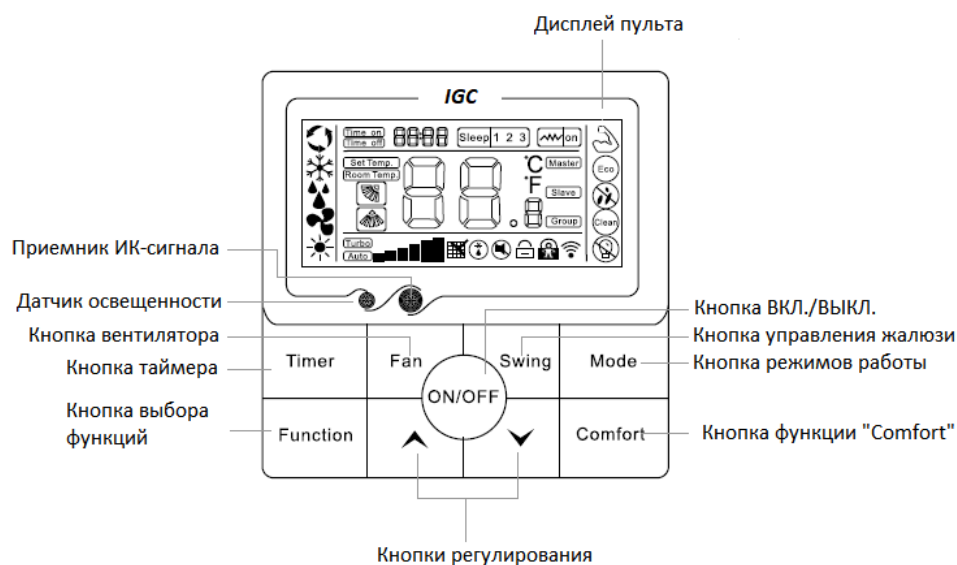

Рисунок 7.4
• Описание проводного контроллера WR-04 (ХК-04) (рисунок 7.4)